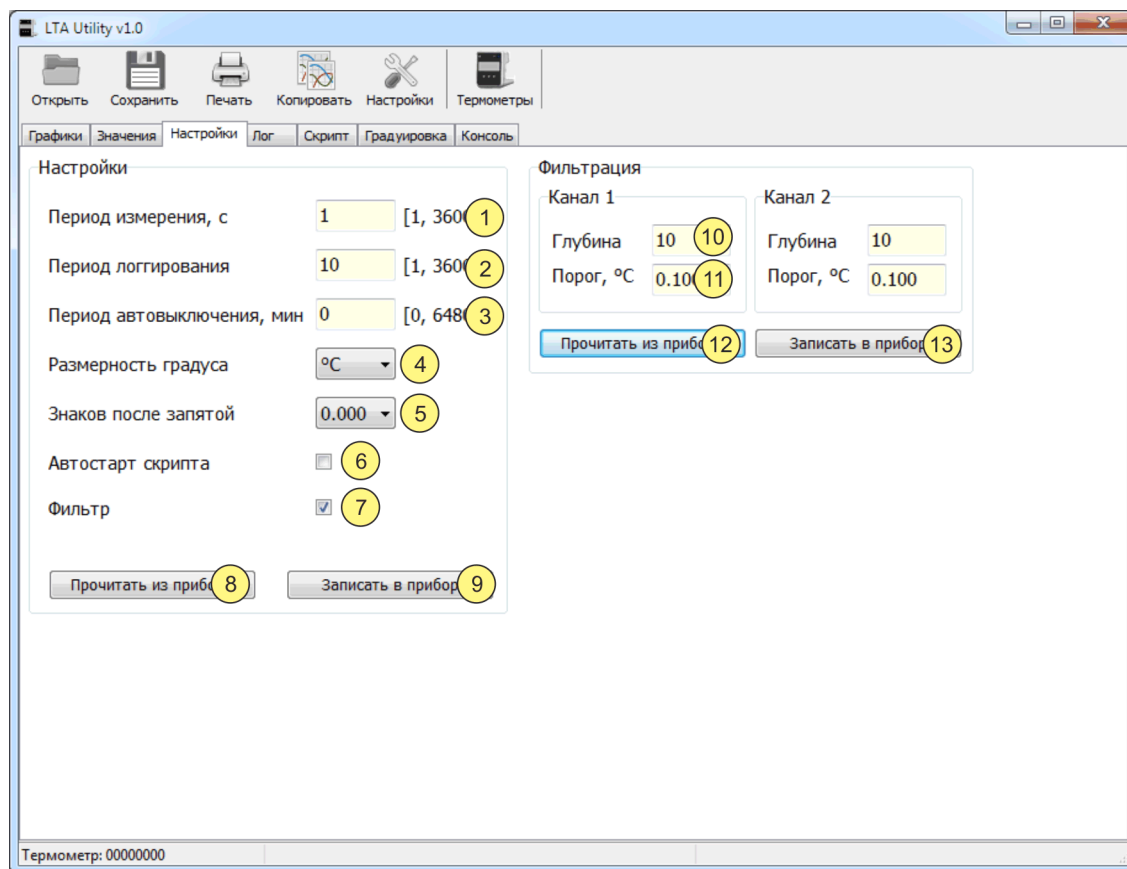

Рисунок 5 — Настройки термометра
Для изменения настроек термометра выполнить (см. рисунок 5):
2.8.3 Для изменения параметров фильтров выполнить (см. рисунок 5):
2.14.1 Запуск скрипта выполняется автоматически после включения термометра, если в настройках установлена опция "Автостарт скрипта" (см. рисунок 5).